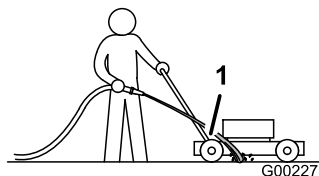

Figura 28
3. Tenete il flessibile da giardino all'altezza della maniglia e indirizzate il getto per terra, davanti alla ruota posteriore destra (Figura 28).